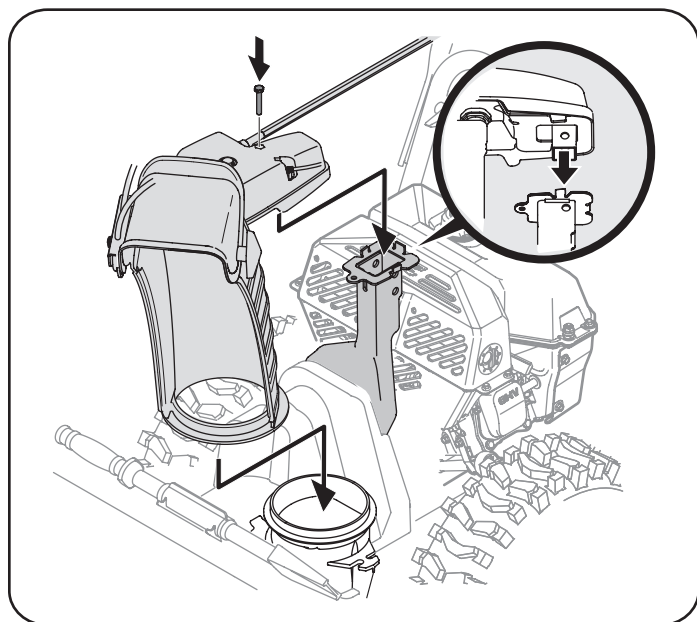

Figura 4
4. Ubique el canal sobre la base del mismo y garantizar la varilla hexagonal está situado bajo el panel manejar. Instalar el perno hexagonal previamente eliminado, pero no seguro con tuerca de mariposa en este momento. Vea la Figura 4.